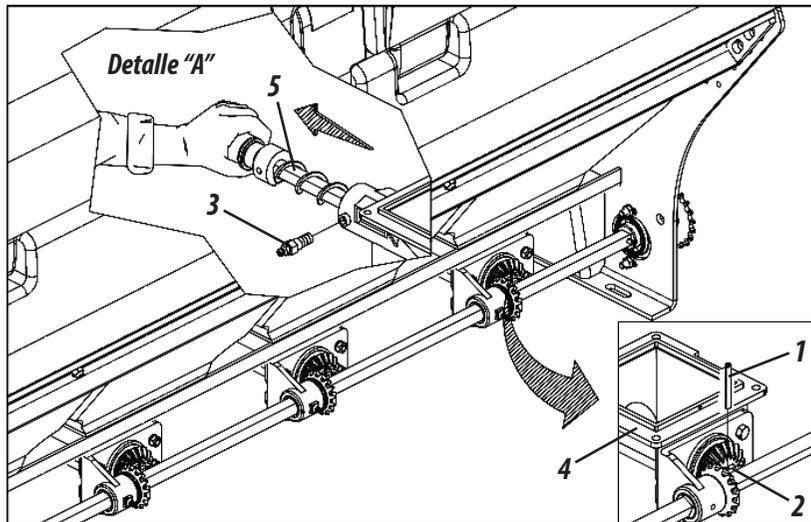

Figura 67
01 - Saque el perno elástico (1) del eje (2) y el tornillo (3) del cañón distribuidor (4). En seguida, tire del eje (5) para atrás, según muestra el detalle "A", figura 67.